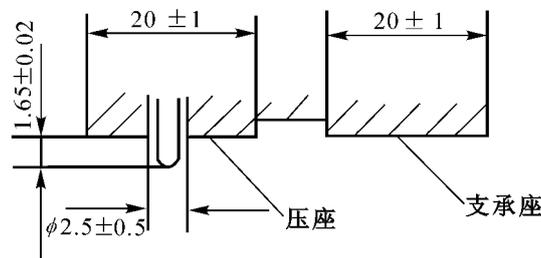

图1 压座和支承座示意图
- 4 硬度计压足和支承座均为正方形正面，边长为 (20 ± 1) mm。压足中心孔直径为 (2.5 ± 0.5) mm（如图1）。压足和支承座表面应平整，在同一平面内平面度为0.03 mm。